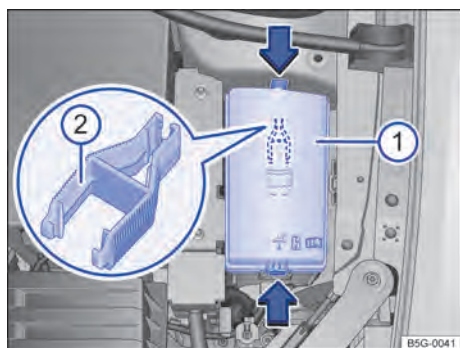

Fig. 210 En el compartimiento del motor: cubierta (1) de la caja de fusibles con pinza de plástico (2).
- Presionar las trabas en el sentido de la flecha → fig. 210 ⓘ, para desbloquear la cubierta de la caja de fusibles.
En el lado interno de la cubierta de la caja de fusibles en el compartimiento del motor puede haber una pinza de plástico → fig. 210 ⓘ para retirar los fusibles.